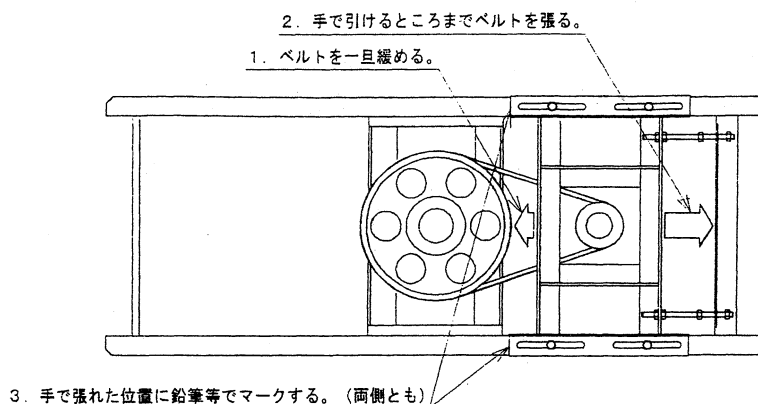

図10-2 ベルトの張り調整 1
- d. テンションボルト・ナットを緩めて、モータをファンの中心方向にスライドさせてください。(図10-2参照)